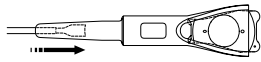

Fig. 12
6. Fermer les mâchoires de la pince qui a servi à charger la lentille ICL ou TICL et insérer la pince dans le cylindre, par l'avant de la cartouche. (Fig. 12)